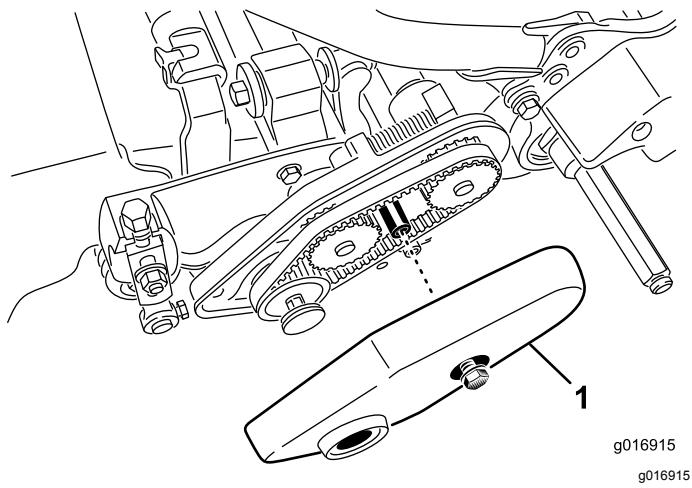

Bild 19
2. Lösen Sie den Bundbolzen, mit dem die Riemenabdeckung befestigt ist, und nehmen Sie die Riemenabdeckung ab, um an den Riemen freizulegen (Bild 19).